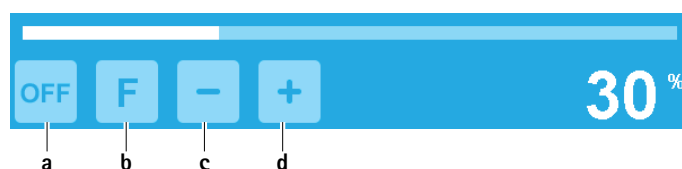

Fig. 7 Activation de la pompe d'irrigation/fonction "Flush"
- Activation de la pompe d'irrigation: actionner le bouton de mise en marche de la pompe d'irrigation **a**, voir Fig. 7. La pompe d'irrigation est active et fournit du liquide de refroidissement au débit d'alimentation actuellement réglé.
- Désactivation de la pompe d'irrigation: appuyer sur le bouton d'arrêt de la pompe d'irrigation **a**, voir Fig. 7. La pompe d'irrigation est inactive et ne fournit plus de liquide de refroidissement.